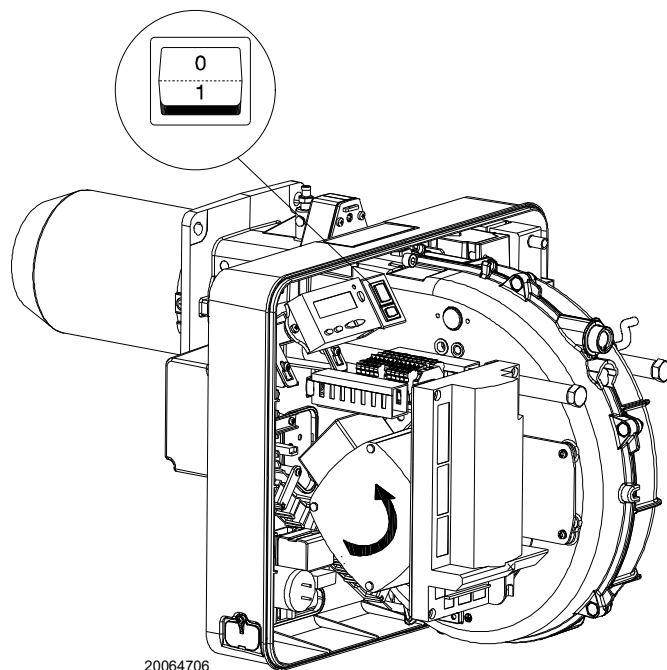

Fig. 29
Cerrar los termostatos/presostatos y poner el interruptor de la Fig. 29 en la posición "1".
Inmediatamente después del arranque del quemador posicionar-se de frente al ventilador de refrigeración del motor ventilador y controlar que el mismo gire en sentido contrario a las agujas del reloj. Véase la Fig. 29.
- colocar el interruptor de la Fig. 29 en la posición "0" y esperar que la caja de control ejecute la fase de apagado;
El quemador está en estado de espera de solicitud de calor o el selector "0-1" de la (Fig. 29 a pág. 31) está en la posición "0".
Con el selector "0-1" (Fig. 29 a pág. 31) el quemador no se detiene inmediatamente, sino que se ejecuta la fase de apagado.